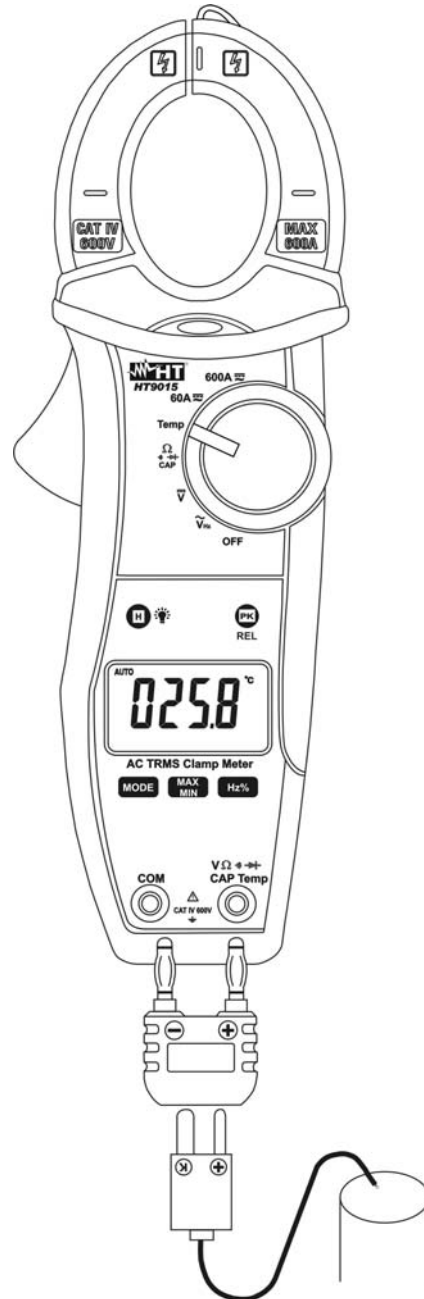

Fig. 8: Uso de la pinza para medida de Temperatura
3. Inserte la sonda termopar tipo K en dotación en los terminales de entrada **VΩ⊘CAP Hz%Temp** y **COM** a través del adaptador, respetando la polaridad mostrada en la Fig. 8. El valor de la temperatura es mostrado en el visualizador. En la medida de temperatura la barra gráfica analógica está desactivada